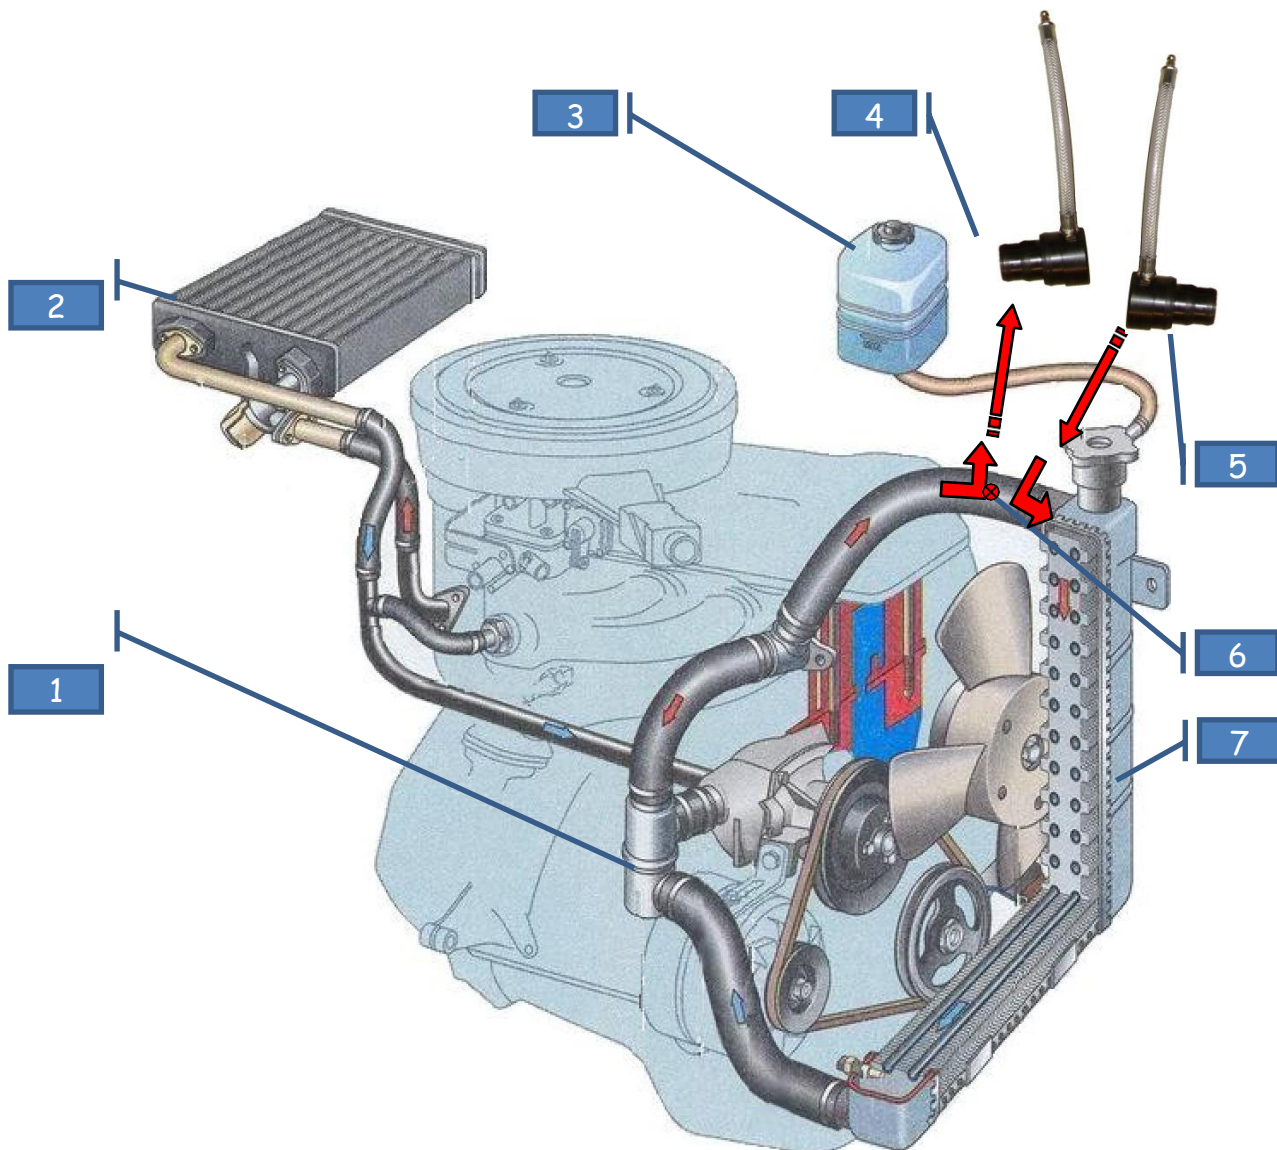

Рис. 5
7. Определить, какой адаптер будет «**Подающий**», а какой «**Обратный**» - см. рис. 5.